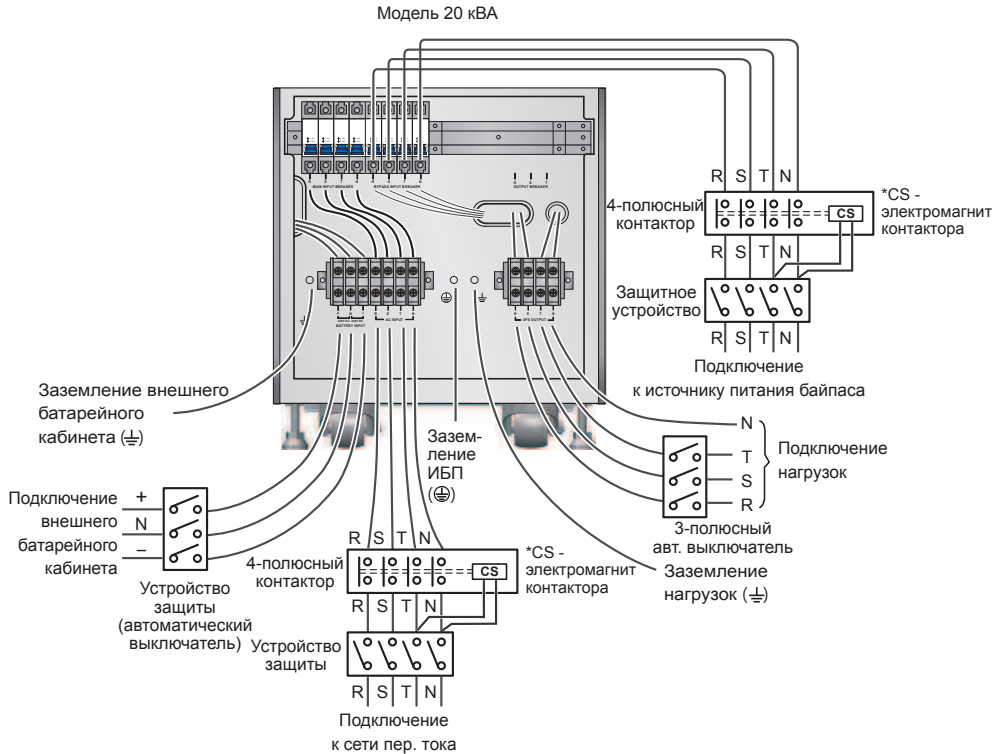

Рис. 6-11. Схема подключения I одиночного ИБП 20 кВА в конфигурации с двумя входами)
- 3** Подключите кабели электросети, нагрузок и внешнего батарейного кабинета к блоку зажимов (см. **рис. 6-11~6-14, 6-16**).